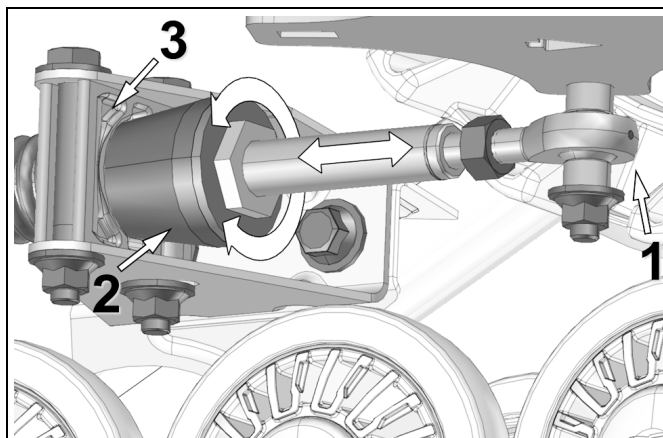

Figure 19
- Ajuster la longueur de l'embout à rotule (1) en tournant l'écrou au bras stabilisateur jusqu'à ce que le cône de caoutchouc (2) entre légèrement en contact avec le support pivotant (3). Voir la Figure 19.